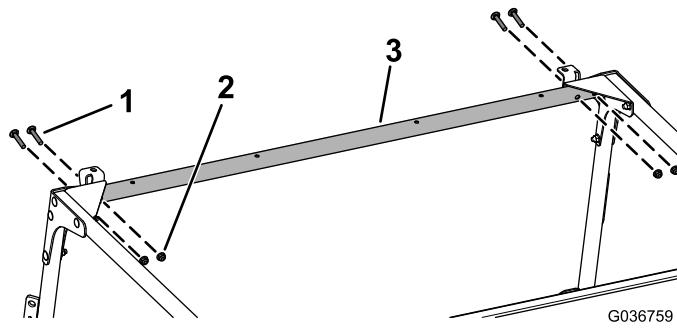

Bild 11
10. Befestigen Sie die vordere Querverbindung lose mit vier Schlossschrauben (5/16" x 1 $\frac{3}{4}$ ") und vier Bundmuttern (5/16") an den vorderen Platten und den Eckenverstärkungen, wie in Bild 11 abgebildet.